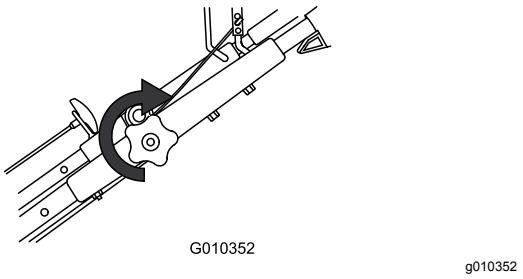

Figure 19
- Serrez le bouton de la partie supérieure du guidon autant que possible (Figure 19).